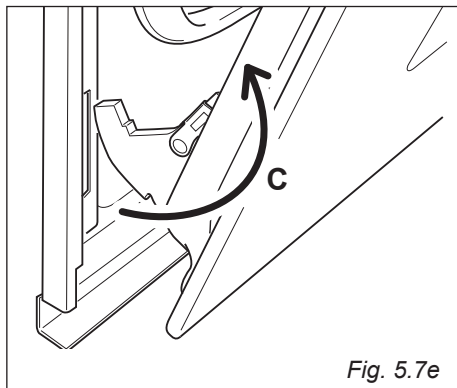

Fig. 5.7e
- Estrarre i ganci delle cerniere (destra e sinistra) dal loro alloggiamento (freccia "C" - fig. 5.7e).